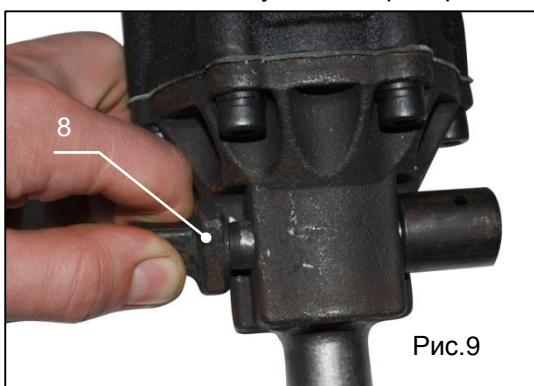

Рис.9
2. Оттяните защелку (поз.8, рис.9) на патроне.